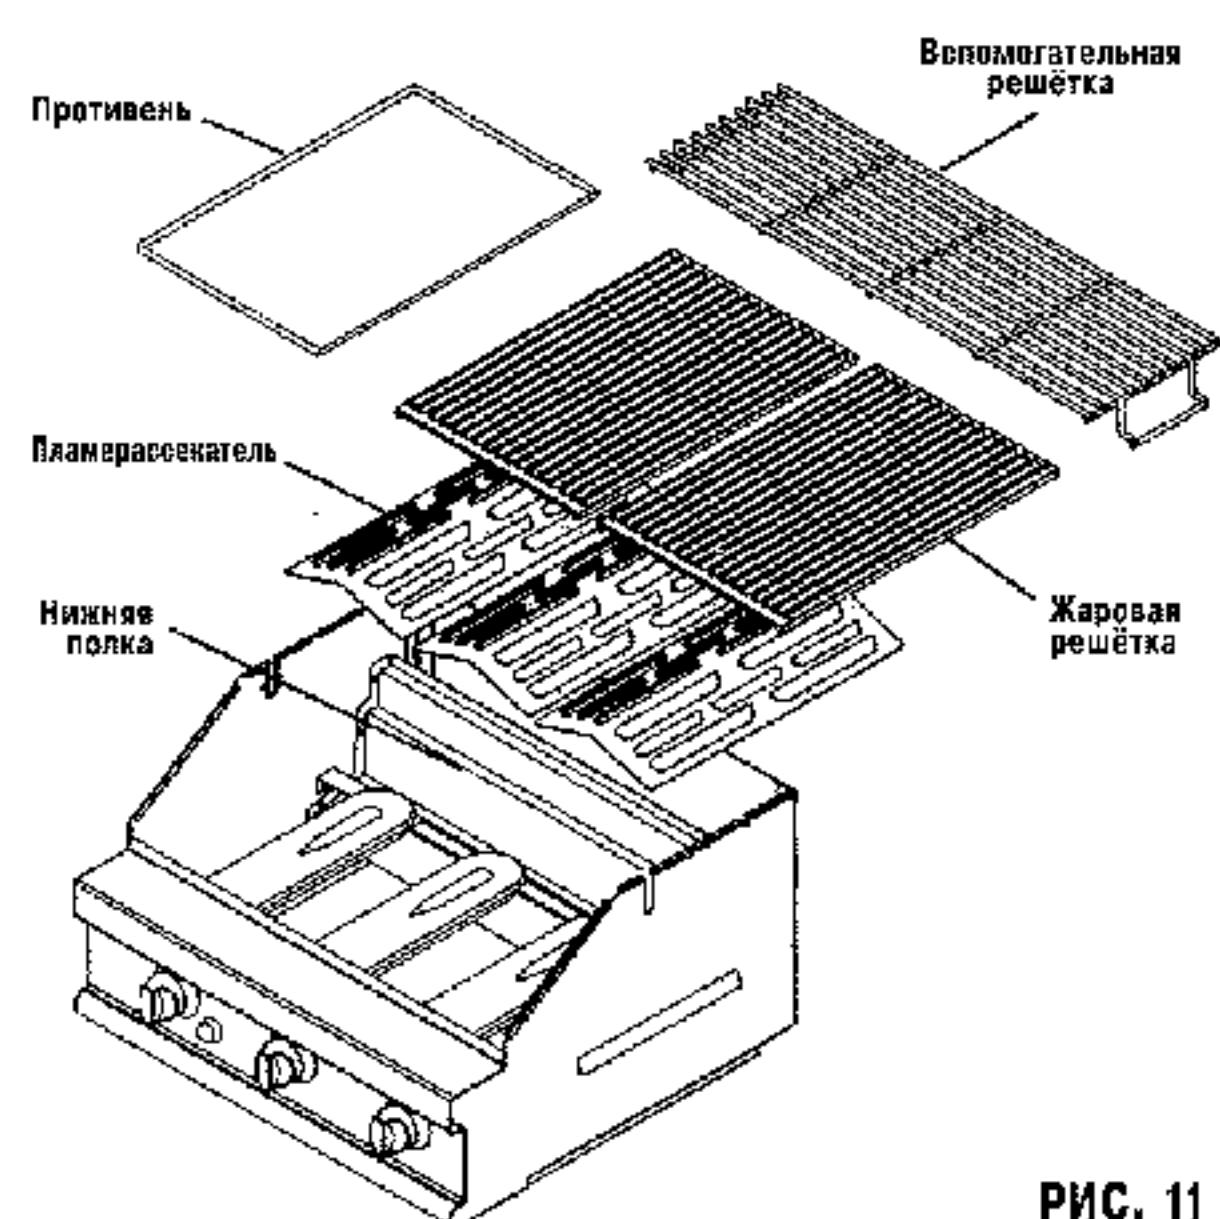

РИС. 11
24. Установите три пламерассекателя на нижнюю полку жаровни над горелками как показано на рис. 11. При правильном положении их края должны соприкасаться.